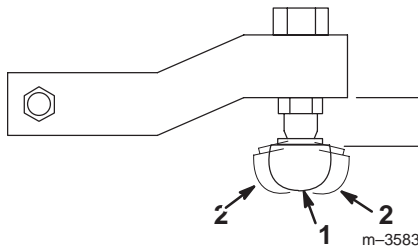

Figure 49
**Important** Le méplat en haut des extrémités avant des tringles doit être parallèle au bas du bras de direction (Fig. 49).